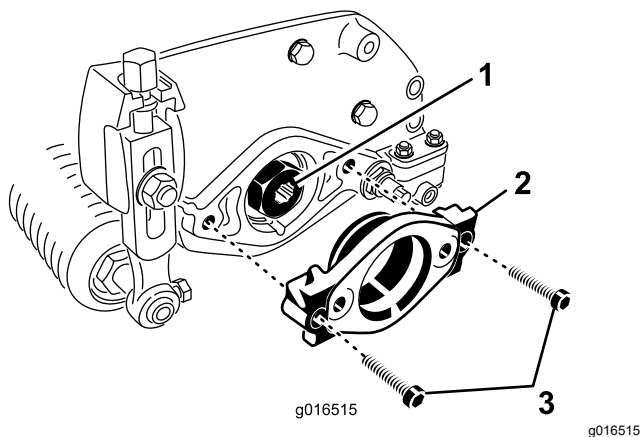

图 7
2. 拆下将马达支架固定到滚刀组左端的 2 个内六角螺栓。拆下马达支架 (图 7)。
3. 向传动轴花键的内径涂抹润滑脂 (图 7)。
4. 在滚刀组左端的 O 形圈上涂抹一薄层润滑脂用之前拆下的 2 个内六角螺栓安装马达支架 图 7。上紧螺栓扭矩至 1620N·m。